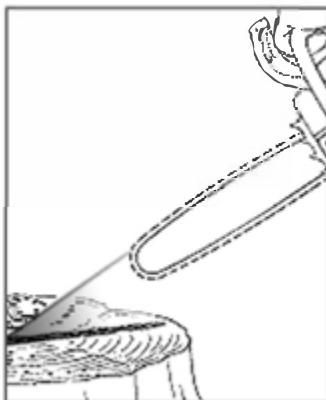

Рис. 9 Проверка смазки шины и цепи
- Нажмите на рычаг включения и дайте электропиле поработать примерно 10-15 секунд. Под шиной должен оставаться четкий след от масла (Рис. 9).